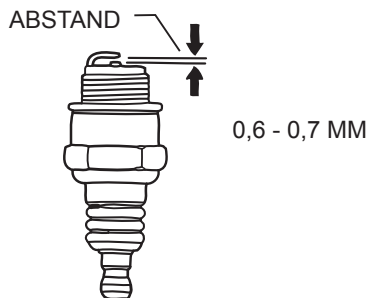

Abbildung 17. Elektrodenabstand Zündkerze
3. Die Zündkerze (Abb. 17) herausnehmen und reinigen. Elektrodenabstand anschließend auf 0,6 - 0,7 mm einstellen. Das Gerät verfügt über eine elektronische Zündung, die nicht eingestellt werden muss.